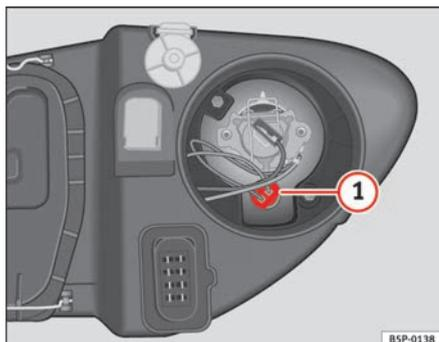

Fig. 189 Feu de croisement
- Retirez le porte-lampes ⇒ fig. 189 ① vers l'extérieur.